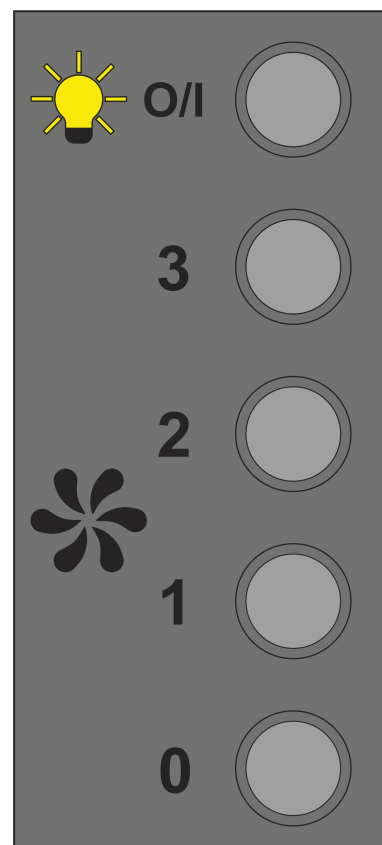

Рис.5
7.3 На панели корпуса размещен кнопочный переключатель режимов работы и включения ламп освещения (рис.5).